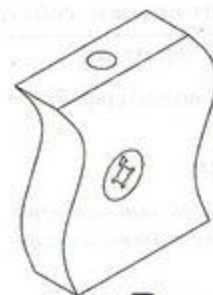
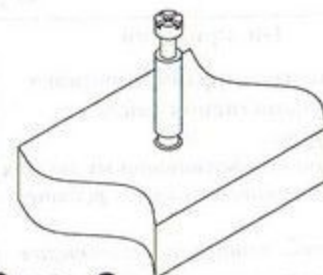

Рис. 1
Рис. 2
1. Прикрутить к стойке 8 направляющие (7) евроинтами (8) и присоединить ее к дну 4 евроинтами (15). Вставить стяжки-растекс (12) (см. рис.1) в стойку 8. Закрутить дюбеля стяжек-растекс (4) (см.рис.2) в полку 5. Забить шканты (1) в детали 4, 5 и 10. Соединить стенку заднюю 10 с полкой 4. Соединить полку 5 и стойку 8. Фиксацию стяжек-растекс (12) произвести путем поворота их по часовой стрелке
Взять стенку заднюю выдвижного ящика 13 и забить в соответствующие отверстия шканты (1). Соединить боковины ящика 11 и 12 с задней стенкой 13. Фиксацию производить при помощи евроинтов (15). Далее положить каркас ящика на заднюю стенку 13 и забить шканты (1) в соответствующие торцевые отверстия на боковинах ящика, 11 и 12 и вставить стяжки растекс (12) (см.рис.1). После этого вставить дно ящика 15 в пазы на каркасе ящика, таким образом, чтобы дно ящика 15 вошло в паз на стенке задней ящика 13. Далее закрутить в переднюю панель ящика 14 в